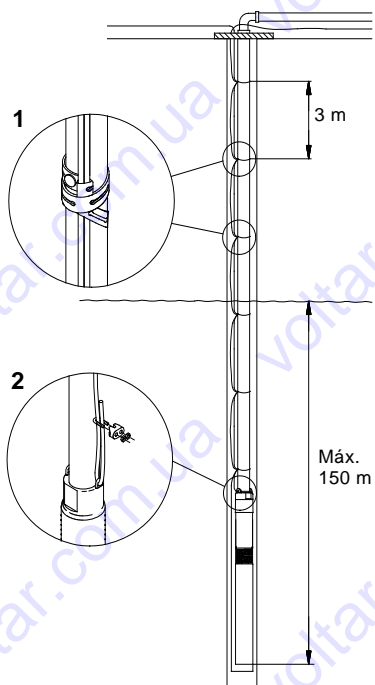

Fig. 11
Deben instalarse sujetacables cada 3 metros, ver fig. 11.
Profundidad máxima de instalación por debajo del nivel estático del agua: 150 metros, ver fig. 11.
Se recomienda sujetar la bomba mediante un cable de sujeción para este fin, ver fig. 11, pos. 2.